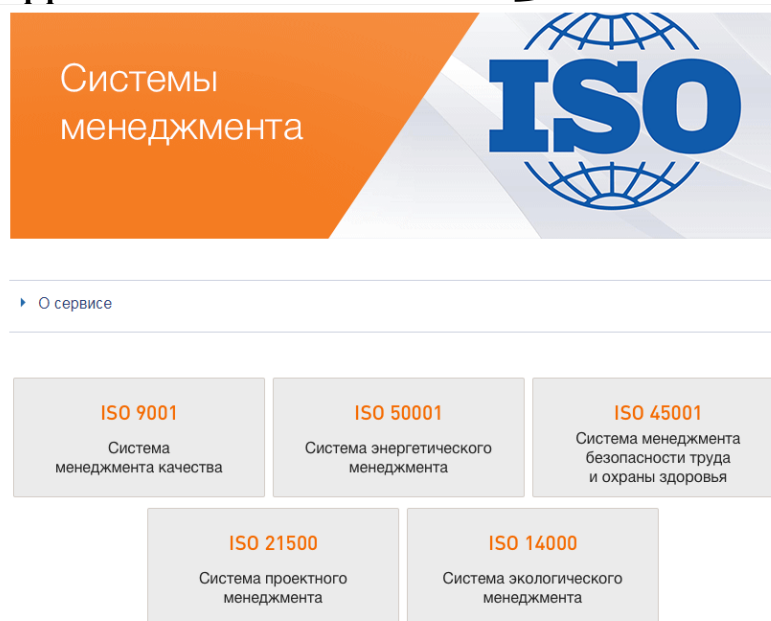

Рис. 32. Системы менеджмента качества
(6) **Системы менеджмента качества** (рис.32)